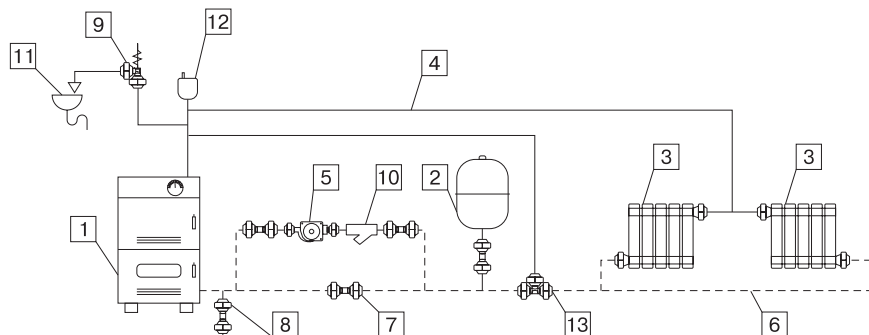
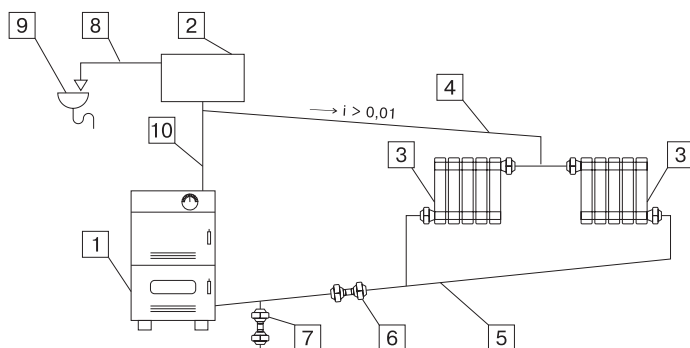

Рис. 7 Схема закрытой системы отопления
Рис. 8 Схема открытой системы отопления
- Разгонный участок (**Рис. 8, поз. 10**) должен быть вертикальным и высотой не менее 2 м;
Типовые схемы монтажа с закрытой и открытой системами отопления представлены на **Рис. 7, Рис. 8**.